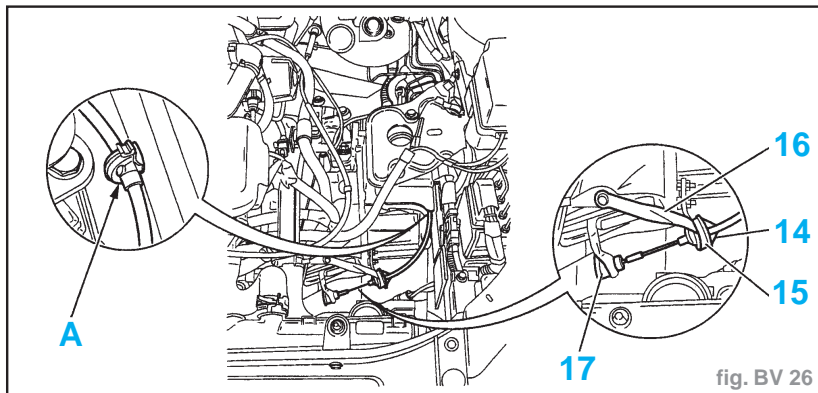

fig. BV 26
- Reposer la bague (17) dans la fourchette de débrayage (fig. BV. 26).
- Lubrifier la lèvre du tampon (15) et l'extrémité cylindrique de l'embout gaine (14) dans le tampon.
- Enfoncer le tampon (15) dans le support de câble (16) puis l'embout gaine (14) dans le tampon.